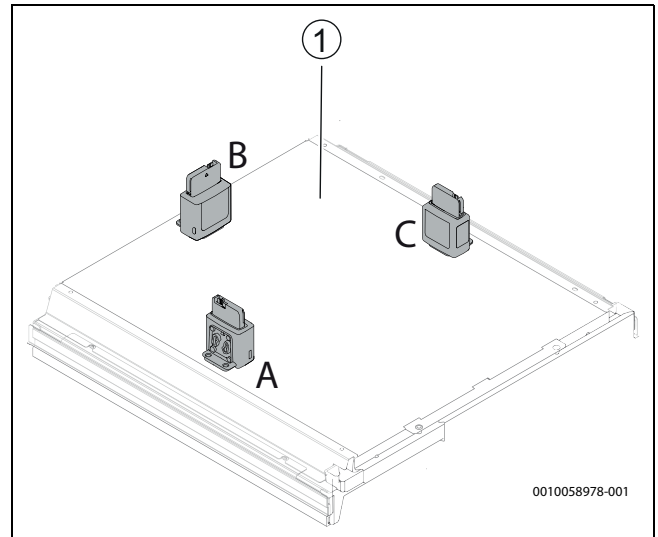

Bild 27 Beispiel für die Platzierung des K40RF
- Der Halter kann auf verschiedene Arten angebracht werden. Er kann mit dem eingebauten Magneten an der Seite des Geräts angebracht werden. Zudem kann er mit Schrauben an einer Wand befestigt werden. Er kann auch oben auf dem Gerät angebracht werden (→ [1], Bild 27).